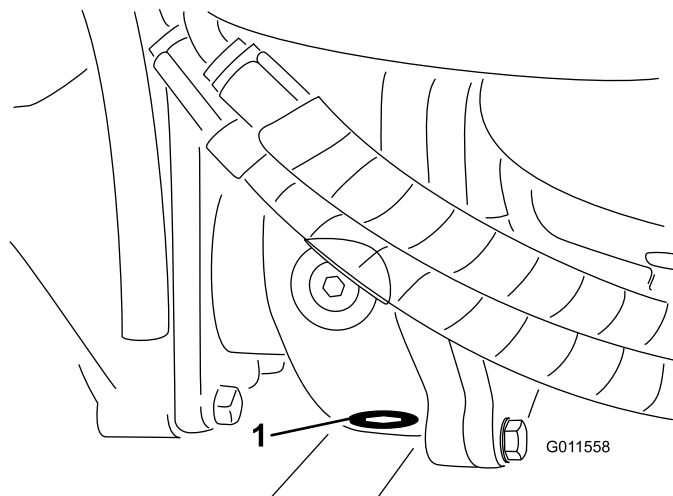

**Figure 90**
2. Nettoyez la surface autour des 3 bouchons de vidange, 1 à chaque extrémité et 1 au centre (Figure 90).